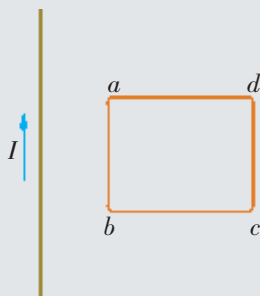

图 1-13
3. 如图1-13所示, 矩形线圈 $abcd$ 位于通电长直导线附近, 线圈平面跟导线位于同一平面, 且线圈的两条对边跟导线平行。请你设计出尽可能多的方法, 使矩形线圈中有感应电流产生。